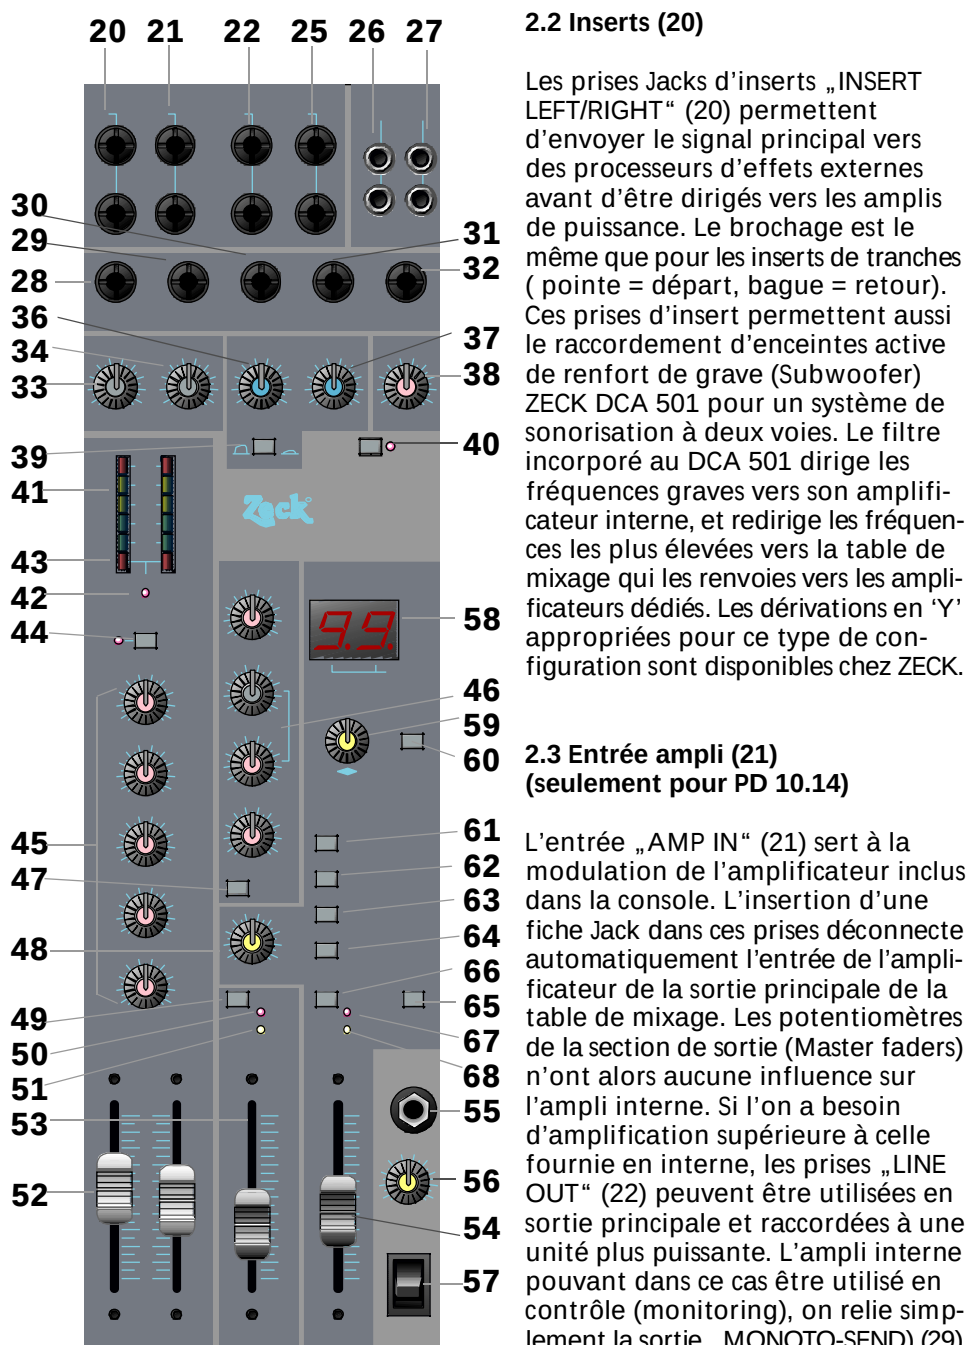

Fig. 3
2. Section principale (Master) (Fig. 3 et 4)